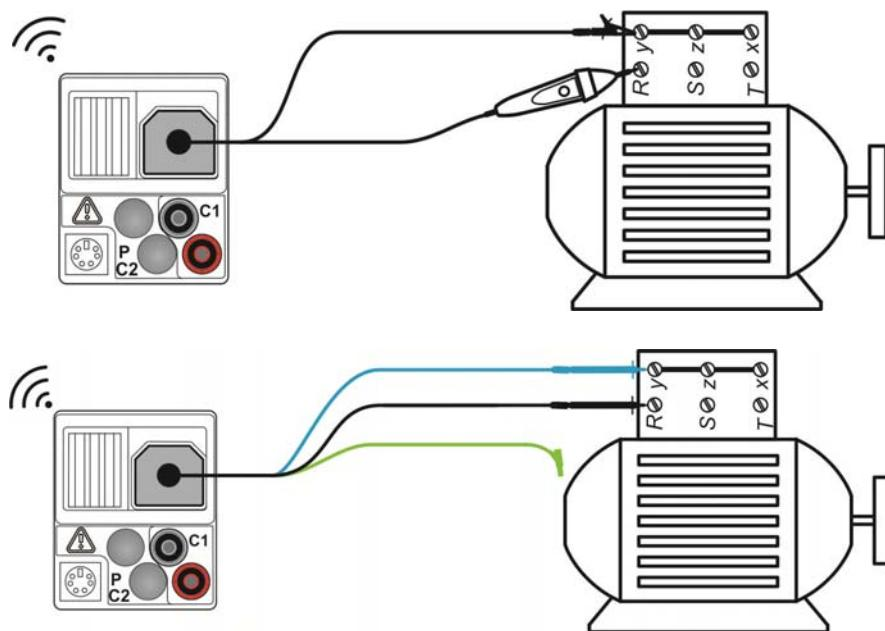

Рисунок 5.14: Приложения с щупом с наконечником «Tip commander» и 3-х проводным тестовым кабелем
- Подсоедините** испытательные выводы к исследуемому объекту (см. Рисунок 5.14: Приложения с щупом с наконечником «Tip commander» и 3-х проводным тестовым кабелем).